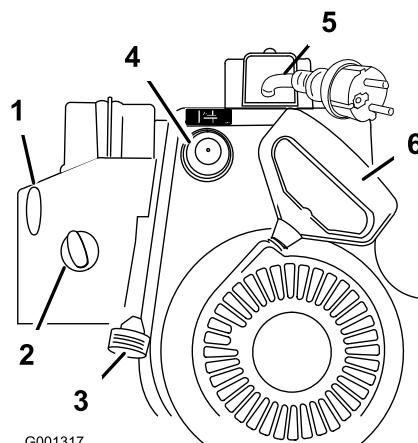

Figura 14
7. Avviate lo spazzaneve usando l'avviatore autoavvolgente o l'avviamento elettrico (Figura 14).